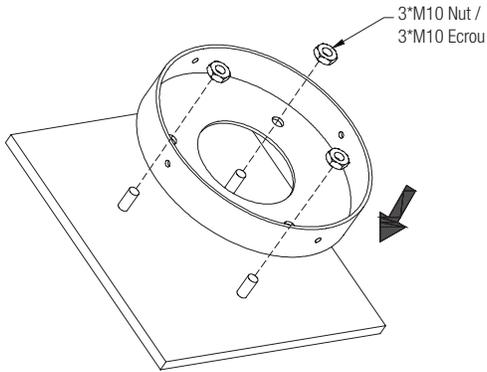

Figure 13
1. Place lower cap of adapter base to the existing 3 anchor bolts and tighten it with 3 nuts. Fig 13
1. Placer le capuchon inférieur de la base de l'adaptateur sur les 3 boulons d'ancrage existants et le serrer avec les 3 écrous. Fig 13